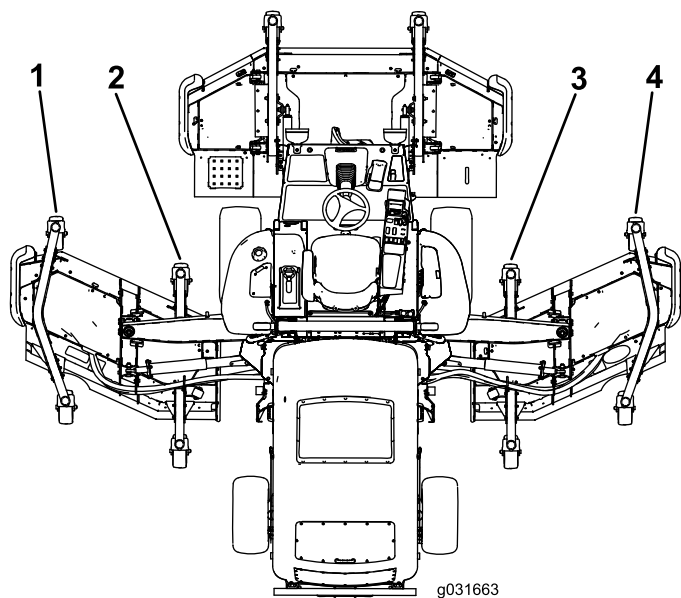

図 29
5. 前カッティングユニットの外側ブレードの刈高に比べてウイングユニットの内側ブレードの刈高が高すぎる場合には、そのカッティングユニットの前内側キャスタアームの下側についているシムを 1 枚抜き取る **図 28**と**図 29**。
6. 内側ブレードの刈高がまだ高すぎる場合には、そのウイングユニットの前内側キャストアームの下側についているシムをもう一枚抜き取り、さらにそのウイングユニットの前外側キャストアームの下側についているシムを1枚抜き取る図 28 と 図 29。
7. 前カッティングユニットの外側ブレードの刈高に比べてウイングユニットの内側ブレードの刈高が低すぎる場合には、そのカッティングユニットの前内側キャストアームの下側にシム 1/8" を 1 枚追加する図 28 と 図 29。